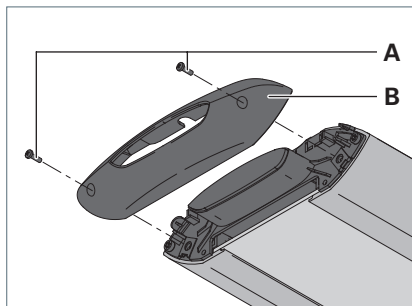

Fig. 17: Ouvrir le luminaire.
- Desserrez les vis **A** situées sur une partie latérale du luminaire, voir Fig. 17.